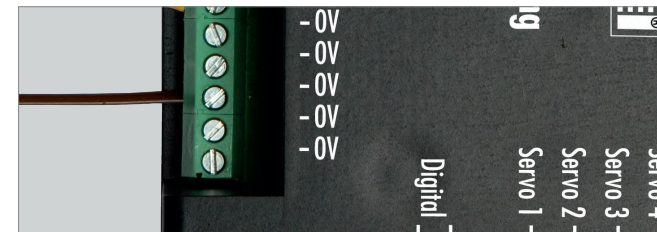

Abb. 6: Rückleitungen der Taster anschließen
- ▶ Schließen Sie für jeden Taster die Rückleitung des Tasters an einen der Anschlüsse »0V« an der Servosteuerung an, siehe Abb. 6.